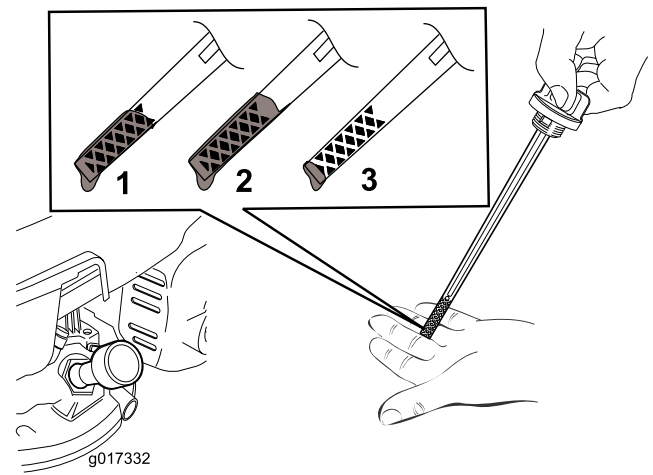

Bild 11
5. Siehe Bild 11, wie Sie den richtigen Ölstand am Peilstab ablesen.
Hinweis: Füllen Sie das Motorkurbelgehäuse mit Öl, bis der Peilstab angibt, dass der Ölstand richtig ist, wie in Bild 11 dargestellt. Wenn Sie zu viel Öl in den Motor füllen, lassen Sie etwas Öl ab, wie in Wechseln des Motoröls \(Seite 16\) angegeben.